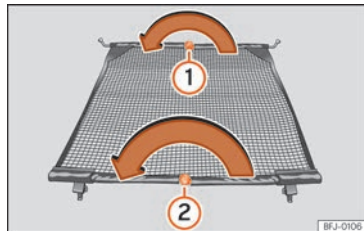

**Fig. 152** Plegar la red de separación.
» fig. 152 ① y pliegue la varilla transversal en el sentido de la flecha manteniendo el botón presionado.
» fig. 152 ② y pliegue la varilla transversal en el sentido de la flecha manteniendo el botón presionado.